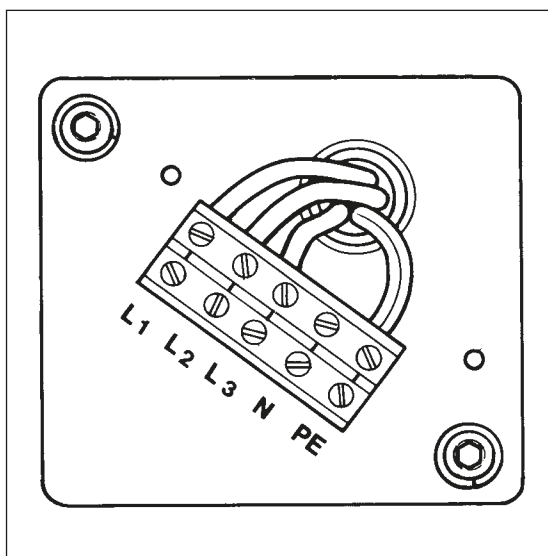

Fig.3
## Elektrische aansluiting (Fig.3)
- De netsterkte nazien en de elektrische aansluitkast aan de achterzijde van de machine openen (fig.3)